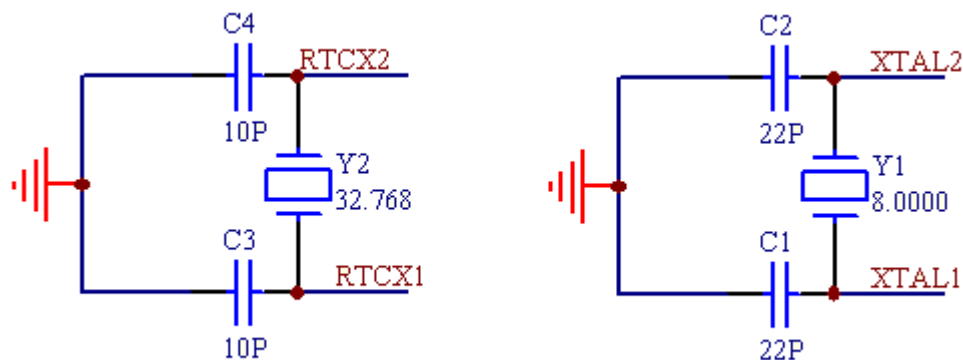

图 1-2-3 晶振电路图
- OpenM3V开发板使用8MHz外接晶振为系统提供精确的系统时钟参考，使用32.768kHz低速外部晶体作为RTC时钟源，连接到芯片的PC14、PC15脚。具体电路见图1-2-3所示